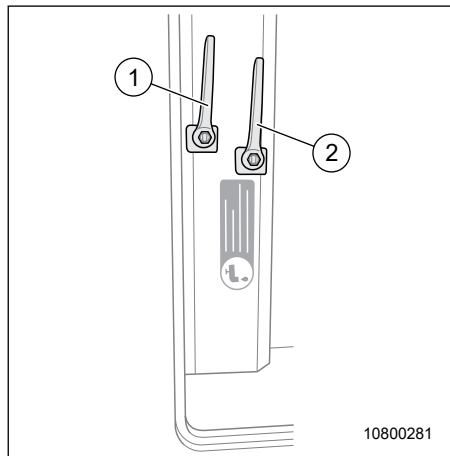
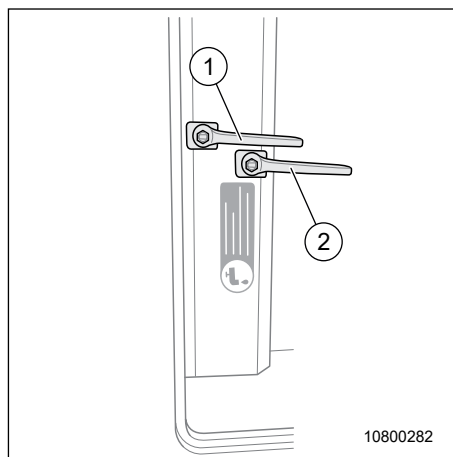

Fig. 123 Robinets de vidange fermé
Fig. 124 Robinets de vidange ouvert.
4. Tourner le robinet de décharge (Fig. 123, pos. 1) sur la position représentée sur Fig. 123 (robinet de vidange fermé).
3. Tourner le robinet de décharge (Fig. 124, pos. 1) sur la position représentée sur Fig. 124 (robinet de vidange ouvert).
7. Tourner le robinet de décharge (Fig. 124, pos. 1) sur la position représentée sur Fig. 123 (robinet de vidange fermé).